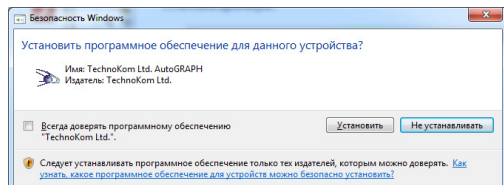

Рис.4.Предупреждение системы.
6.Система начнет установку драйвера. В ответ на предупреждение системы нажмите кнопку «Установить» (Рис.4).